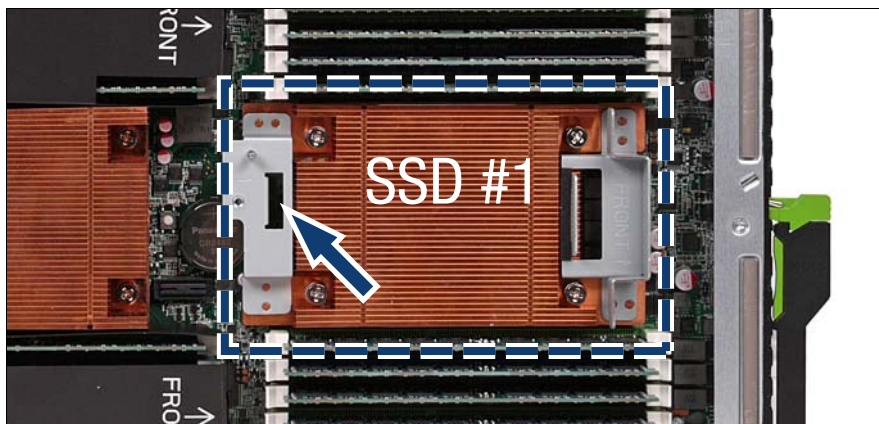

図 23: CPU 2 のヒートシンク上の HDD/SSD 1 のコネクタ
- ▶ 取り付けキットを取り付けプラットフォームの穴 (1) にスライドさせます。
- ▶ 取り付けキットを取り付けプラットフォーム (2) にある HDD/SSD 1 のコネクタ (図 23 の矢印を参照) に差し込みます。
- ▶ 取り付けキットをつまみネジで固定します (3)。トルク : 0.2 Nm (日本市場には適用されません)